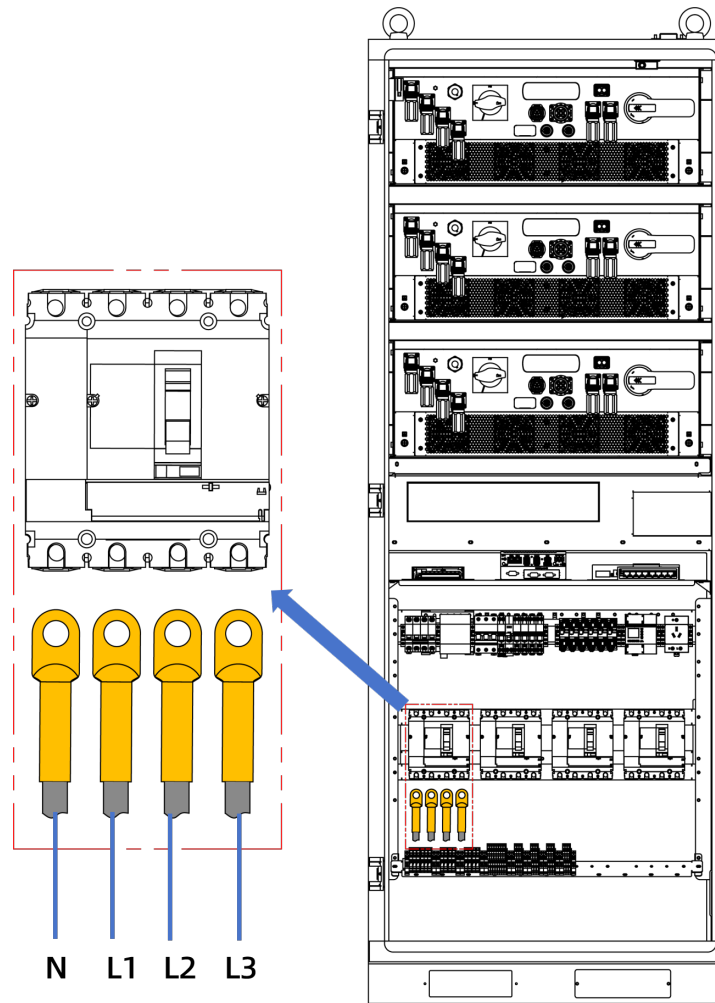

Abbildung 8-7: Stromanschlüsse von QF11
- c. Schließen Sie die Stromkabel mit M8-Befestigungen an den Leistungsschalter **QF11** an, wie in Abbildung 8-7 gezeigt: Die Anschlüsse an QF11 sind von links nach rechts jeweils mit den Phasen N, L1, L2 und L3 der externen Stromversorgung verbunden.